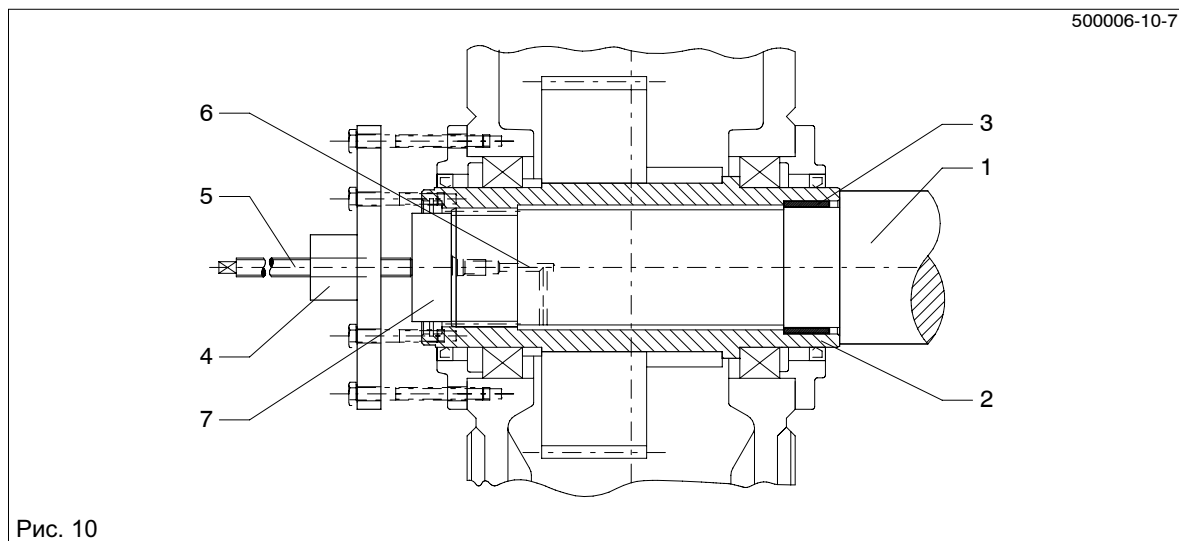
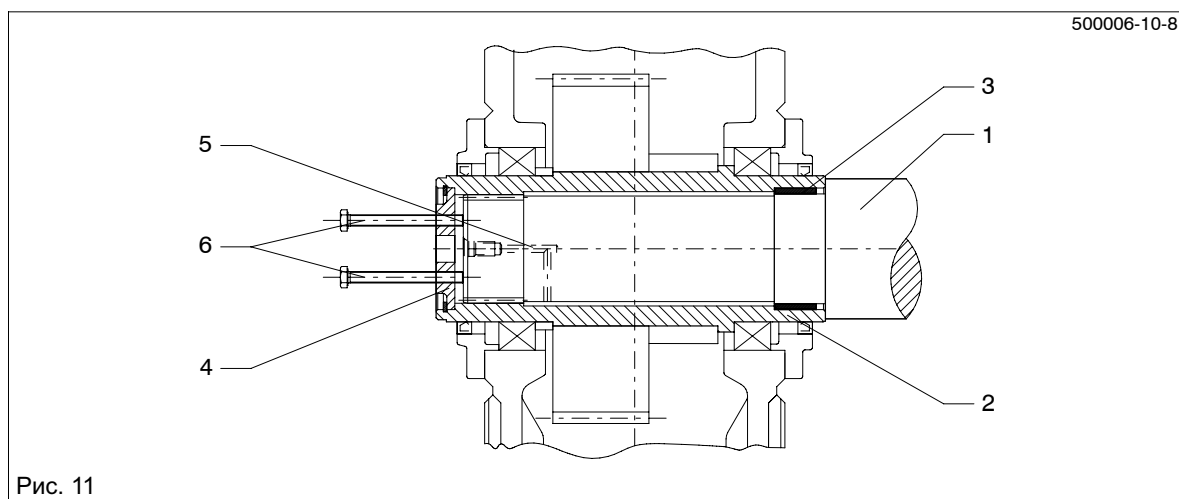

Рис. 10
Рис. 11
- Отжатие передачи от машинного вала может быть выполнено по возможности на месте при помощи отжимного винта на концевом диске (см. рис. 11), центральным ходовым винтом или, предпочтительнее всего, гидравлическим агрегатом Лукаса.
- После достаточного действия растворителя снять передачу при помощи устройства согласно рис. 10 или рис. 11.
Если при этом, как показано на рис. 10, опора не только на полый вал, но и имеется дополнительное объединение с кожухом, силы отжима не должны превышать значений, приведенных в приведенной ниже таблице.